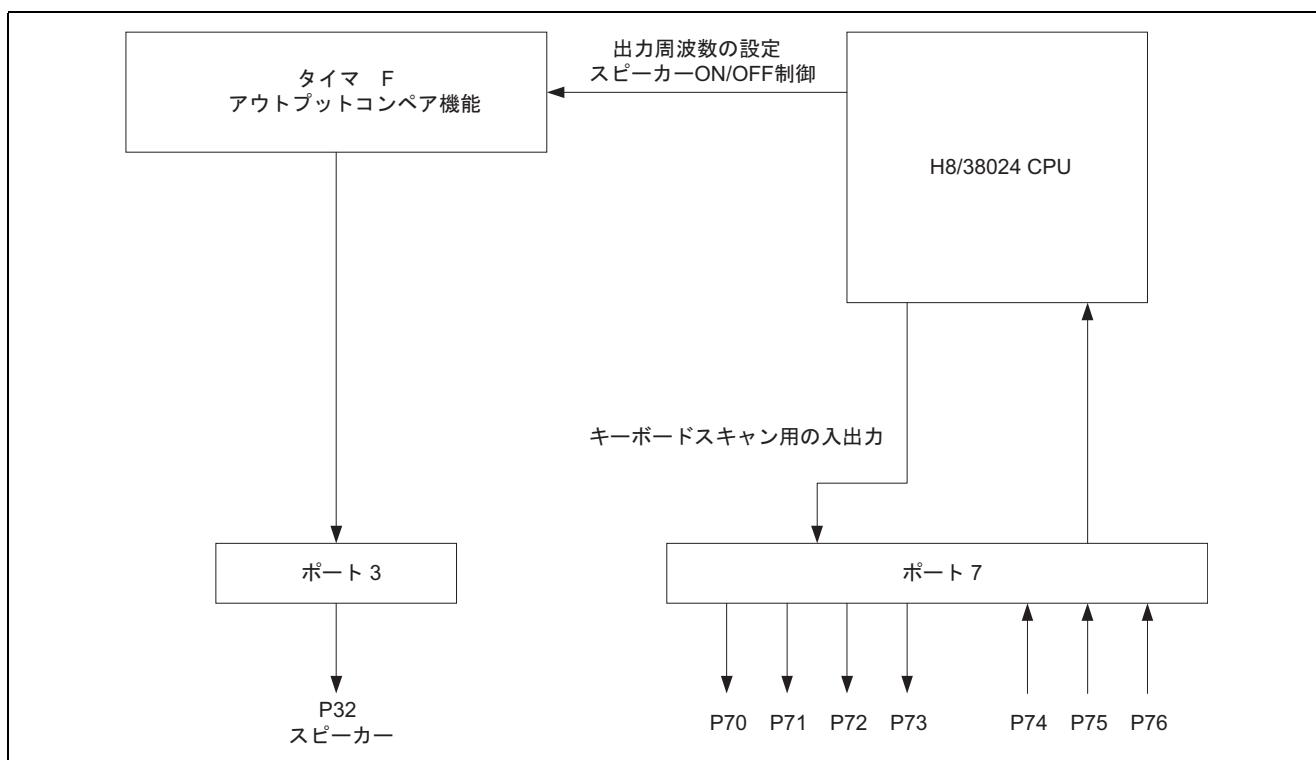

図 2 使用機能ブロック図
(1) 図 2 に本タスク例における H8/38024 の使用機能のブロック図を , 表 1 に機能割付を示します